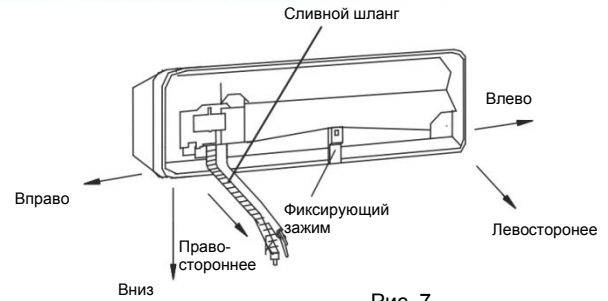

Рис. 7
1. Подсоединение правой задней трубки (аналогично правой нижней трубке) (Опционально, см. Рис.7)
Примечания: На схеме показано левостороннее расположение сливного шланга, см. Рис.7.